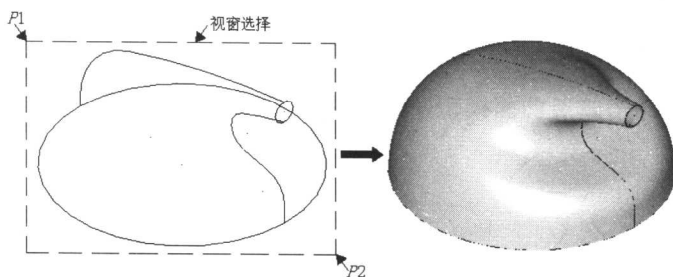

图1-8
1. 进入第3层, 关闭第2层, 利用网格曲面命令【Create Net Surface】, 采用视窗选择方式产生如图1-8所示网格曲面。